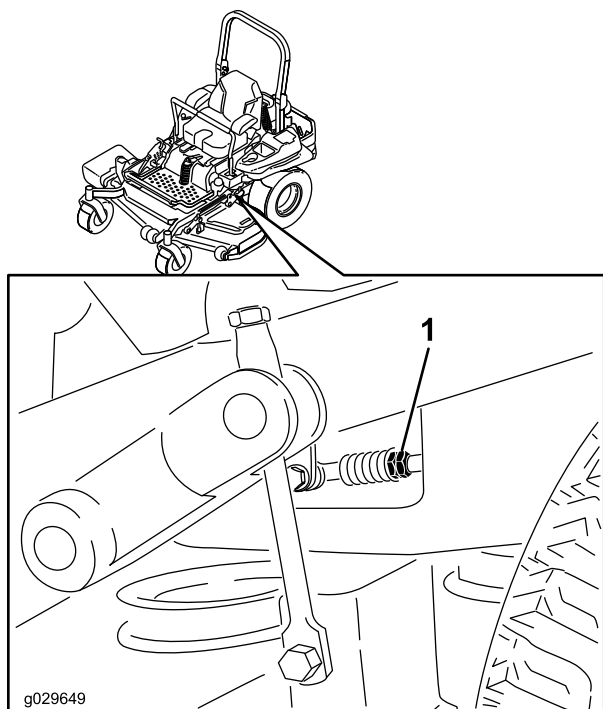

Figure 89
- Réglez la longueur des tiges de pompes en tournant les doubles écrous dans le sens voulu jusqu'à ce que les roues tournent légèrement en marche arrière (Figure 89).